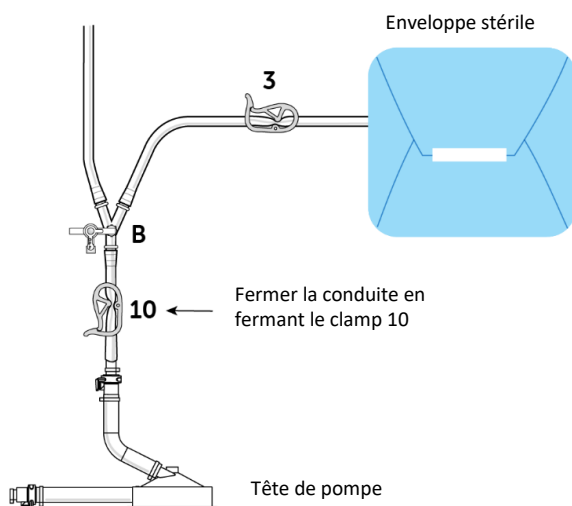

Figure 14
- (a) Fermer la pince de pré-pompe (10), ouvrir la pince de la conduite du cathéter à double ballonnet (3), ouvrir la conduite de sérum physiologique (pince 1 ou 2) et le robinet d'arrêt « B » pour permettre au sérum physiologique hépariné d'amorcer la conduite uniquement jusqu'à la pince 3, voir Figure 14. Une fois que la conduite du robinet d'arrêt est amorcée et que la conduite du cathéter à double ballonnet est amorcée jusqu'au clamp 3, fermer le clamp 3 et le robinet d'arrêt. **Ne pas laisser l'excès de sérum physiologique hépariné remplir l'enveloppe stérile.**